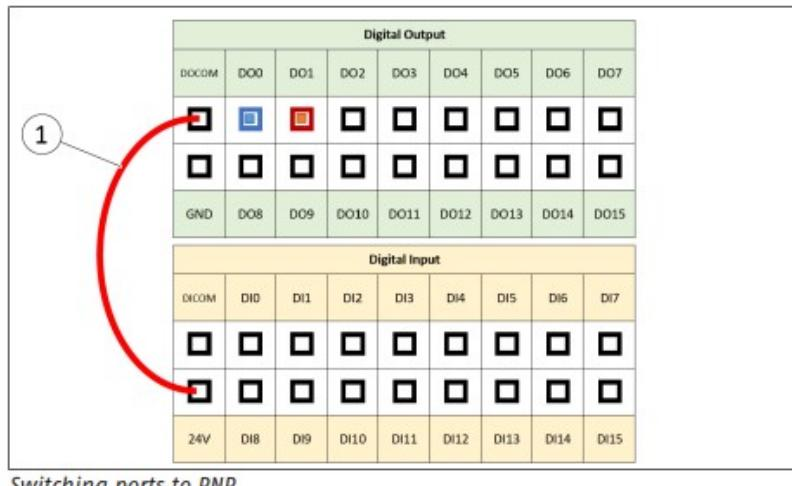

Figure 8.8: Configurazioni NPN e PNP
- Nella configurazione standard, NPN è la connessione (ponte) tra GND e 24V. Per il passaggio a PNP, il ponte (1) tra 24V e DOCOM deve essere collegato (Fig. 8.8).